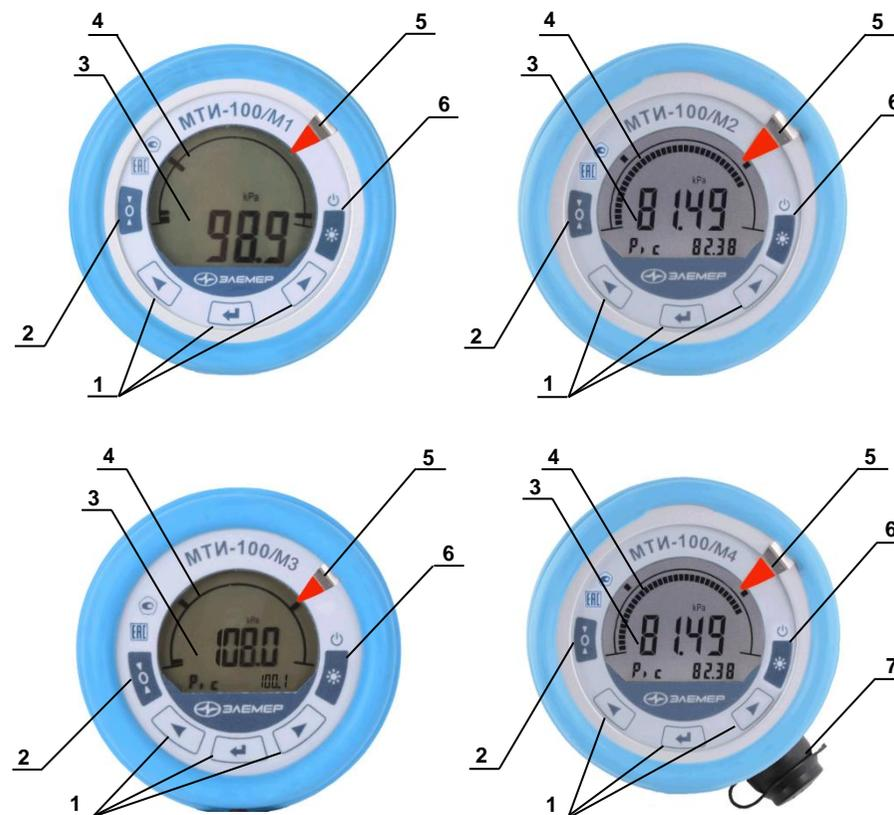

Рисунок 2.1
2.4.2 На передней панели МТИ расположены (см. рисунок 2.1):